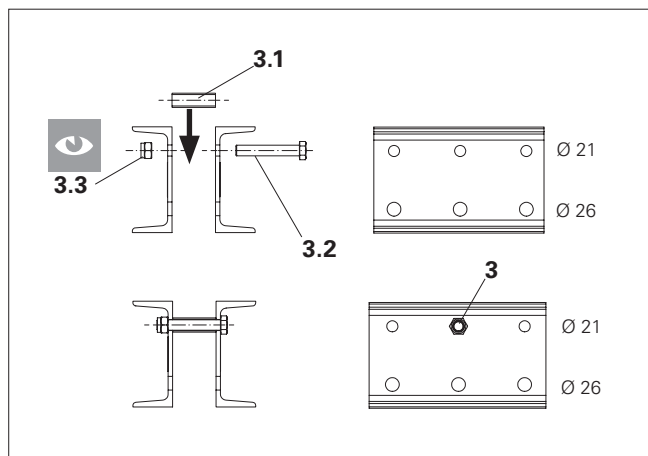

Fig. C4.02
3. Fissare il dado autobloccante M20-8 (**3.3**) (SW 30) al bullone e serrare. Coppia di serraggio min. 100 Nm. (Fig. C4.02)
(Fig. C4.02)